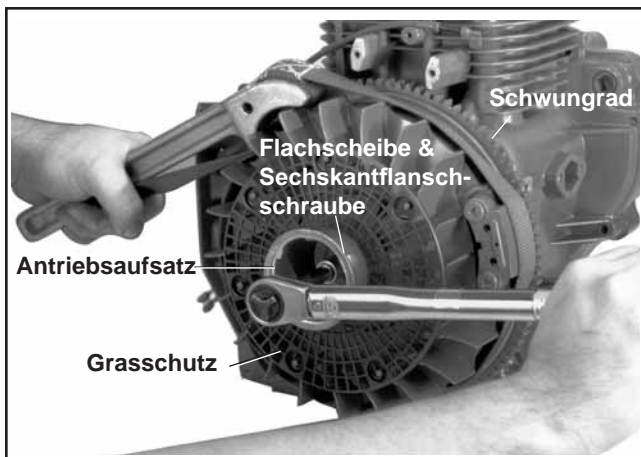

Abbildung 11-26. Schwungrad installieren.
4. Bringen Sie das Schwungrad über die Keilnut/Kurbelwelle. Montieren Sie Grasschutz, Antriebsaufsatz, Unterlegscheibe (flache Seite der Unterlegscheibe in Richtung Antriebsaufsatz) und die Sechskantflanschschraube. Siehe Abbildung 11-26.
5. Halten Sie das Schwungrad mit einem Bandschlüssel oder Haltewerkzeug und ziehen Sie die Sechskantflanschschraube mit einem Drehmoment von 66,4 Nm fest. Siehe Abbildung 11-26.